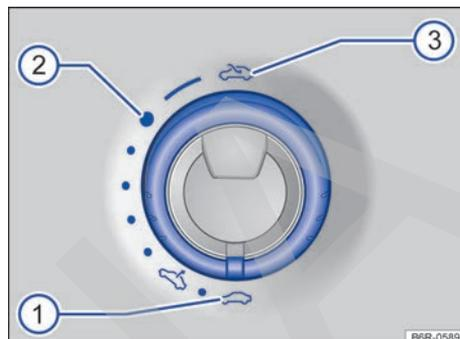
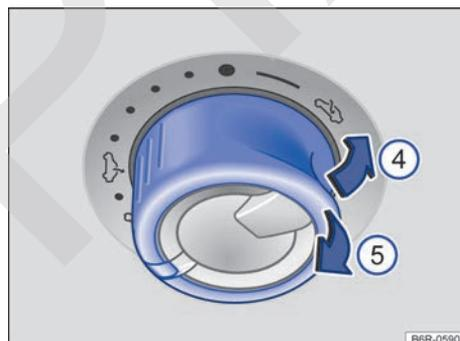

Fig. 72 En el revestimiento interior del techo: mando del techo de cristal.
Fig. 73 En el revestimiento interior del techo: mando para cerrar el techo de cristal.
◀ Para ajustar la posición deflectora del techo de cristal, el mando giratorio se tiene que encontrar en la posición → fig. 72 ①.
– *Abrir horizontalmente por completo:* gire el mando a la posición ③ y manténgalo en esta posición hasta que el techo de cristal alcance la posición deseada.
– *Posición de confort:* gire el mando a la posición ②. ▶
- *Ajustar una posición intermedia:* gire el mando a una posición entre la ② y la ①.
- *Cerrar por completo:* gire el mando a la posición ①.
- *Ajustar la posición deflectora hasta el tope:* presione brevemente la parte trasera del mando → fig. 73 ④.
- *Detener la función automática:* vuelva a presionar ④ brevemente la parte trasera del mando o vuelva a tirar ⑤ brevemente de ella.
- *Cerrar por completo:* tire brevemente de la parte trasera del mando ⑤.
- Antes de que transcurran algunos segundos desde que se activó la función antiaprisionamiento, tire del mando → fig. 73 Ⓜ hasta que el techo de cristal se cierre completamente.